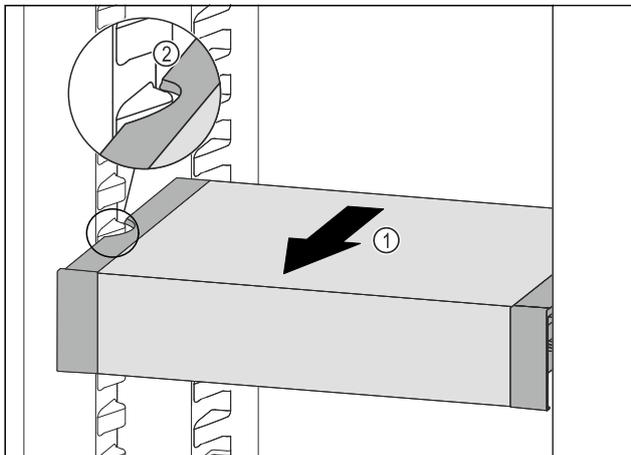

Fig. 57
- ▶ Tire del VarioSafe hacia delante Fig. 57 (1) hasta que los huecos laterales del VarioSafe se encuentren a la altura de la nervadura del recipiente en el compartimento del frigorífico. Fig. 57 (2)